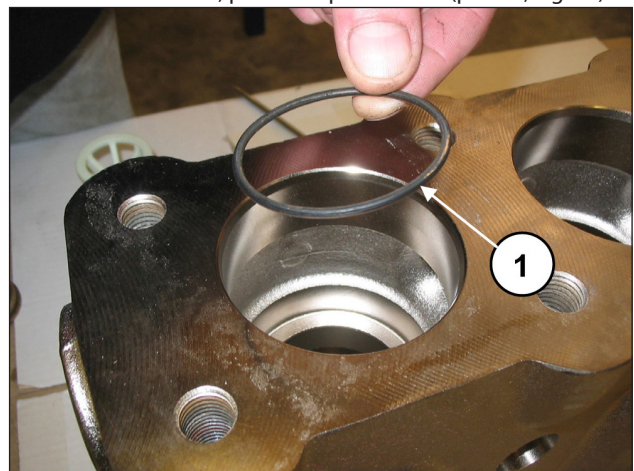

Fig. 93
Insira o anelo circular, pos. de explosão nº. 5 (pos. ①, Fig. 93).